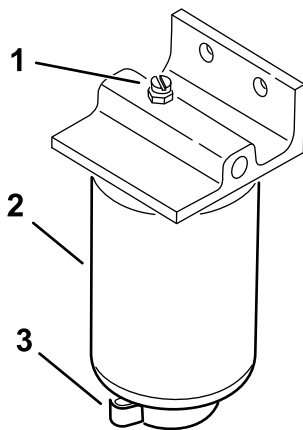

Figura 37
4. Abra o tampão de drenagem e válvula de respiro (Figura 37).